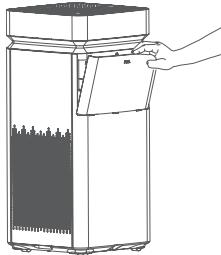

Figura 1
1. Utilice el tirador para abrir la cubierta trasera (Figura 1);